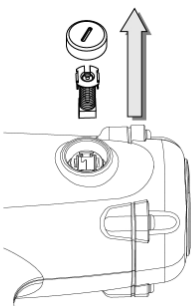

Fig. 4
- Estrarre la spazzola in carbonio (Fig. 4).